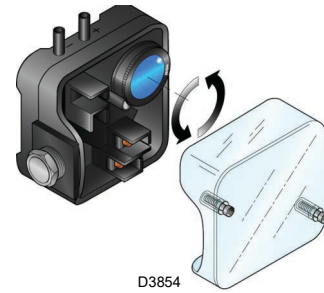

Abb. 26
- Stellen Sie den Luftdruckwächter (Abb. 26 auf Seite 26) auf den Skalenanfangswert ein.
Führen Sie die Einstellung des Luftdruckwächters aus, nachdem alle anderen Einstellungen des Brenners bei auf den Skalenanfang eingestellten Luftdruckwächter vorgenommen wurden (Abb. 26).